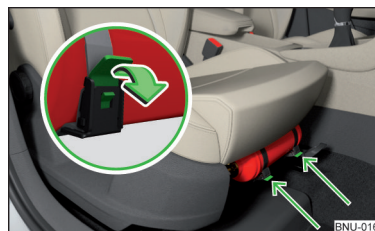

Fig. 316
- Para **retirar** el extintor de incendios, soltar los seguros en ambos cinturones en el sentido de la flecha » fig. 316 y retirar el extintor de incendios.